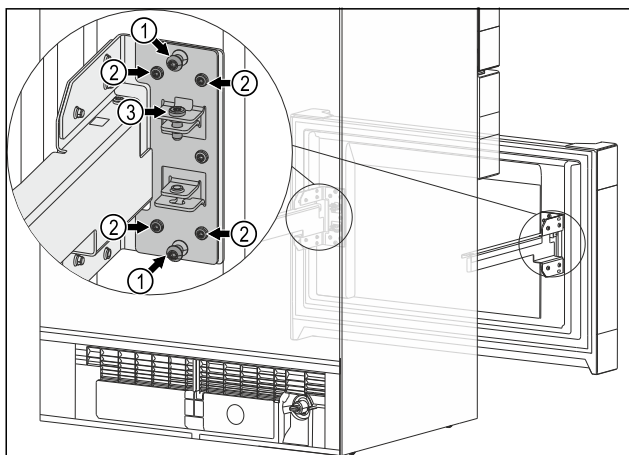

Fig. 9
- ▶ Demontirajte oba srednja vijka Fig. 9 (1).
- ▶ Otpustite sva četiri vijka Fig. 9 (2).
- ▶ Dosegnut je krajnji položaj izvlačne kutije: Pritegnite sva četiri vijka Fig. 9 (2).
- ▶ Srednji vijci Fig. 9 (1) više vam nisu potrebni.